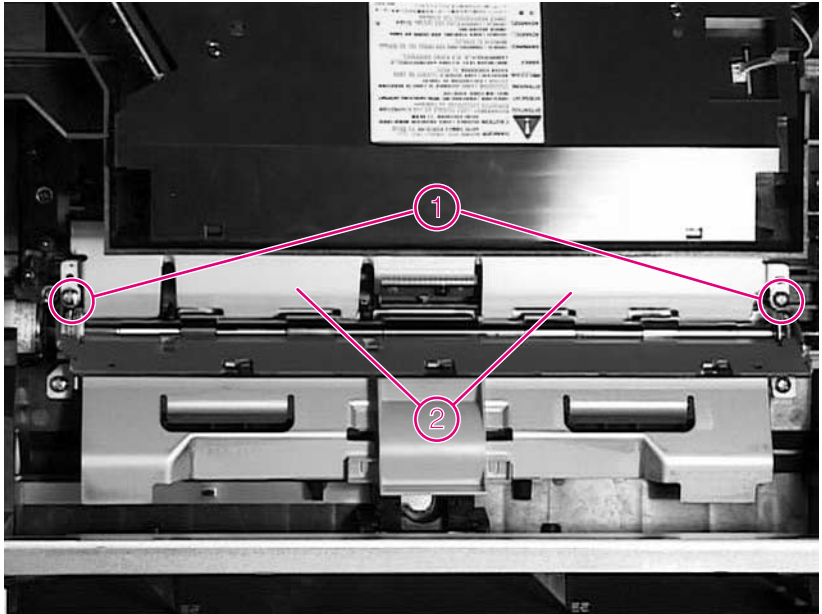
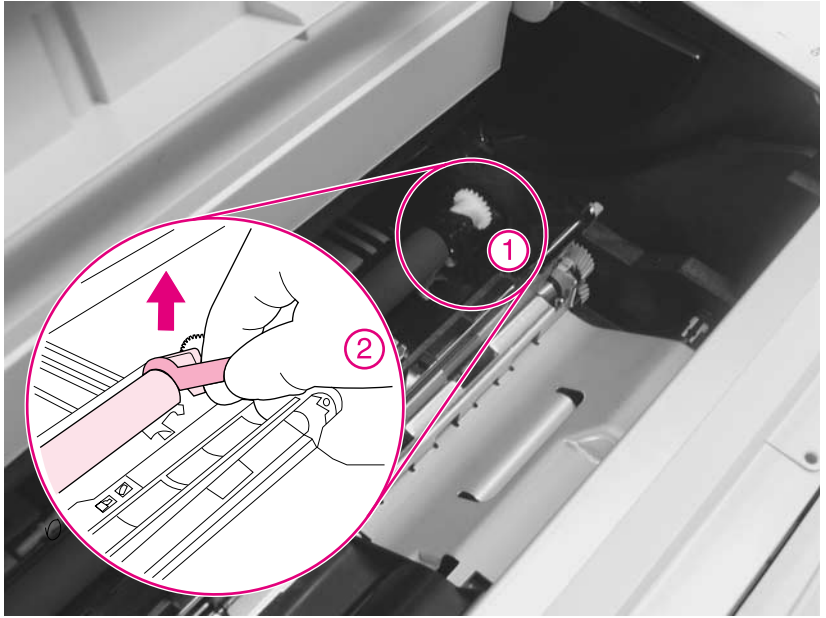

图 2 卸下金属板
图 3 脱开转印滚筒（右侧）
- 1 面向打印机前部，打开顶盖，提起定位组件右侧的小绿色手柄，露出转印滚筒上方的金属板（图 2，编号 2）。
- 3 转印滚筒的右侧用铰链夹固定（图 3，编号 1）。使用转印滚筒拆卸工具钩住此夹左侧的金属轴（详图 2），然后竖直向上提起转印滚筒，将转印滚筒从铰链夹上分开。